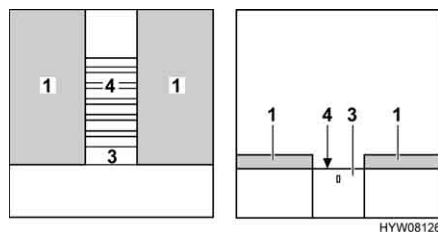

Fig. 114 Pendant la transformation
- Quand l'extension (Fig. 114,3) possède un verrouillage : passer la main derrière le cache et la déverrouiller.
- Sortir entièrement le sommier à lattes (Fig. 114,4) c'est-à-dire la rallonge avec extension.